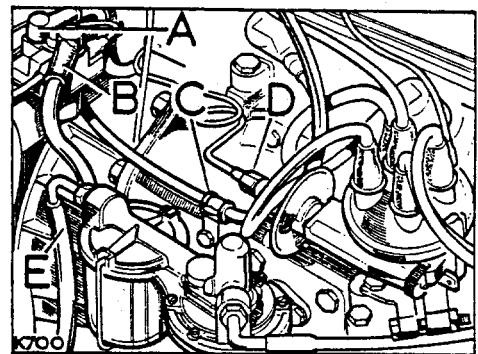
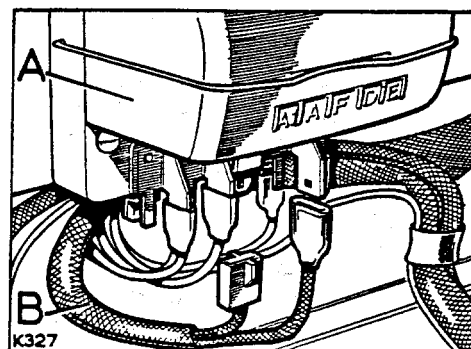

Abb. A1-17. Blick in den Motorraum, rechte Motorseite, Luftfilter ausgebaut
Abb. A1-23. Elektrische Anschlüsse auf der rechten Spritzwandseite
8. Lichtmaschinen- und Anlasserkabel an der Spritzwand anschliessen. Siehe Abb. A1-17 und Abb. A1-23.